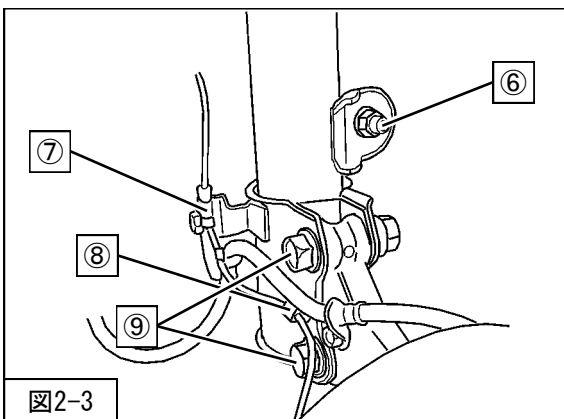

図2-3
を取付けてください。（図2-3）
6. ⑥スタビライザリンク取付ナット（締付トルク：74N・m）を使用して、純正スタビライザリンクを取付けてください。（図2-3）
7. ⑦ブレーキホース・ABSセンサハーネス取付ボルト
を使用して、ブレーキホース・ABSセンサハーネスを取付けてください。（図2-3）
8. ⑧ABSセンサハーネスのクランプをフロントショックアブソーバASSY（同梱品）に取付けてください。（図2-3）